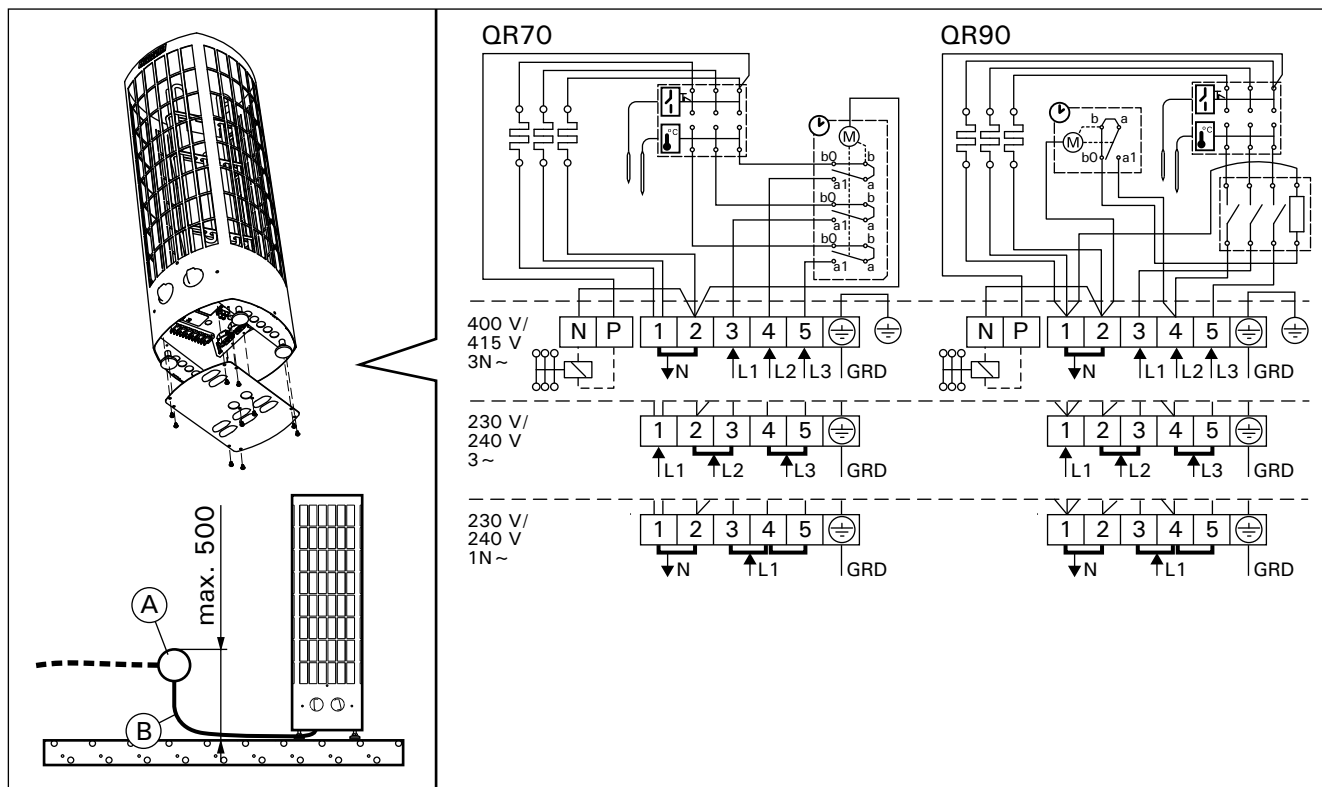

Рисунок 7. Электромонтаж
- Каменка гибким проводом подсоединяется к соединительной коробке (рис. 7: A) на стене сауны. Соединительная коробка должна быть брызгозащищенной и находиться на расстоянии не более 500 мм от пола.
- В качестве кабеля (рис. 7: B) следует использовать резиновый кабель типа HO7RN-F или подобный. **ВНИМАНИЕ! Использование кабеля с ПВХ-изоляцией запрещено вследствие его разрушения под воздействием тепла.**
- Кроме клемм питания каменки QR оснащены также клеммой (P), которая делает возможным управление электрическим нагревом (рис. 7). Управляющее напряжение передается от каменки, когда она включена. Кабель управления электронагревом подводят прямо к соединительной коробке каменки и дальше с помощью резинового кабеля, равного по сечению соединительному кабелю, к клеммнику.